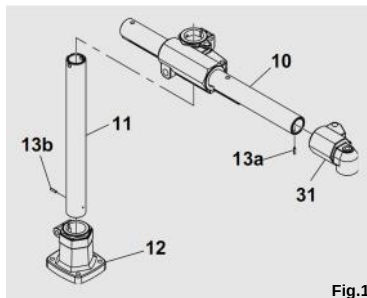
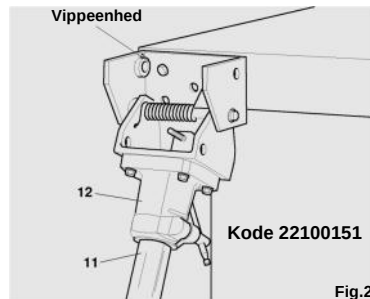

Fig.1
Fig.2
Hvis støtten monteres på en eventuel **“Vippeenhed”** (se venligst Fig.2), sørger sikkerhedssystemet **Elastic Pin System** v.h.a. stiften (13b) (se Fig. 1) for at det lodrette rør (11) ikke glider ud fra soklen (12), også selvom håndtaget ikke er blevet fastspændt.
Dette sikkerhedssystem gælder også for det vandrette rør (10) (se Fig.1), da tværstiften (13b) forhindrer at pipestykket løsner sig fra selve røret.